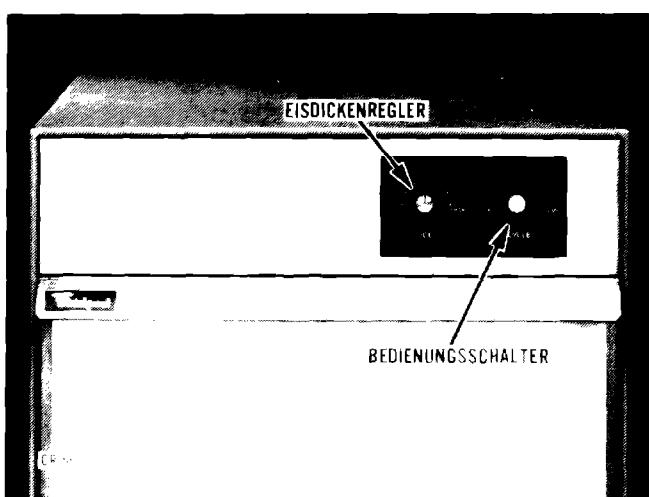

ABB. 1 — BEDIENUNGSSCHALTER
Ihre Eismaschine ist so eingestellt, daß sie Eis mit einer Dicke von ca. 13 mm erzeugt. Die Dicke kann durch Verstellen des Eisdickenreglers erhöht oder verringert werden (Abb. 1); das beste Ergebnis wird jedoch bei einer Reglereinstellung auf 13 mm erzielt.
1. Bedienungsschalter (Abb. 1) auf „OFF“ (Aus) stellen.